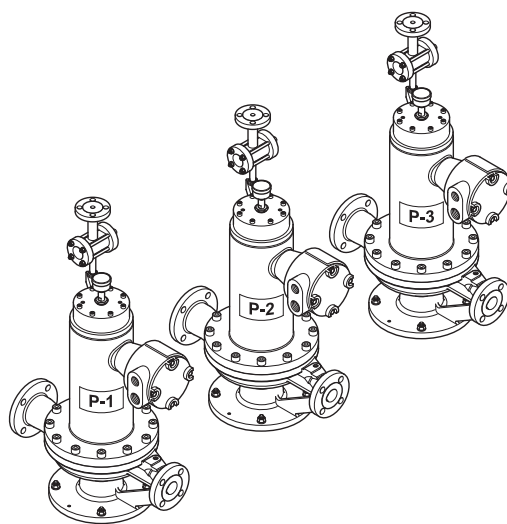

図2-1 開梱時の確認
- 建設現場で多数のポンプを開梱する際には、ポンプ機番を明確にしておいて、ポンプを取間違えないようにしてください。(図2-1参照)